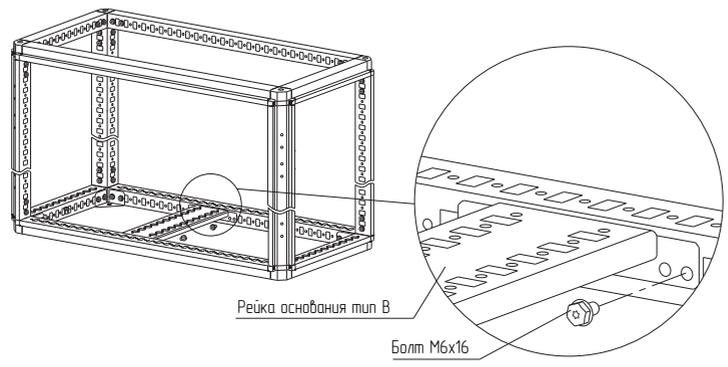

Рисунок 32
- 4.18.2 Установить рейку основания тип В на основание или крышу и закрепить болтами М6 × 16 (рисунок 32). Момент затяжки – 7 Н·м. Болты приобрести отдельно.